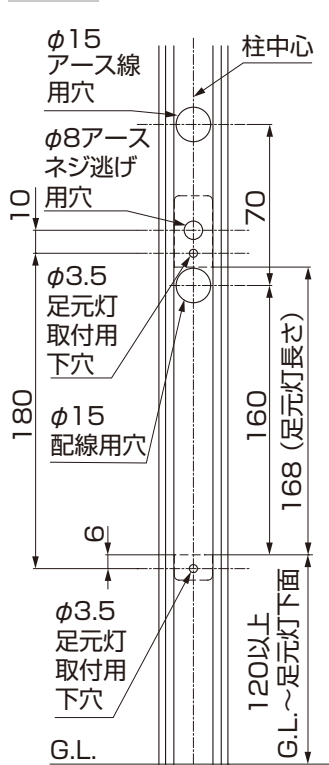

図11-2
- ①柱にφ3.5の足元灯取付用下穴を2カ所、φ15の配線用穴を1カ所、φ15のアース線用穴を1カ所、また、φ8のアースネジ逃げ用穴を1カ所あけてください。（図11-2参照）